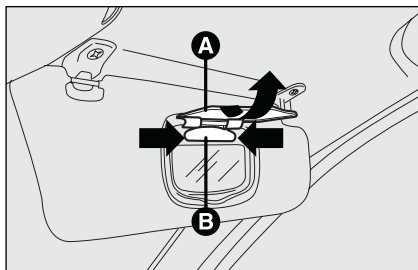

fig. 49
- ☐ ouvrir la couverture **A**-fig. 49 du miroir;